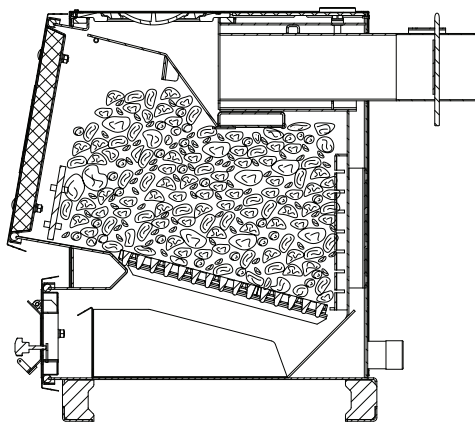

Рис.6 Схема загрузки аппарата
- Добавьте очередную порцию топлива, когда разгорится первый слой основного топлива, равномерно распределить его по всему объему в соответствии **Рис.6**;
| 6 | Повреждение лакокрасочного покрытия загрузочной двери | Несоблюдение схемы загрузки топлива | Обеспечить загрузку топлива в соответствии со схемой Рис.6 |